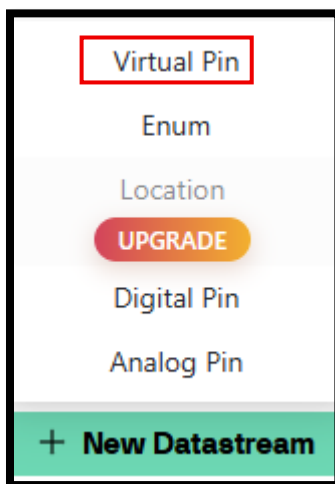

Figura 8.8. Seleccionando el tipo de pin
5. Seleccione la opción *Virtual Pin* sobre la ventana emergente (ver figura 8.8)